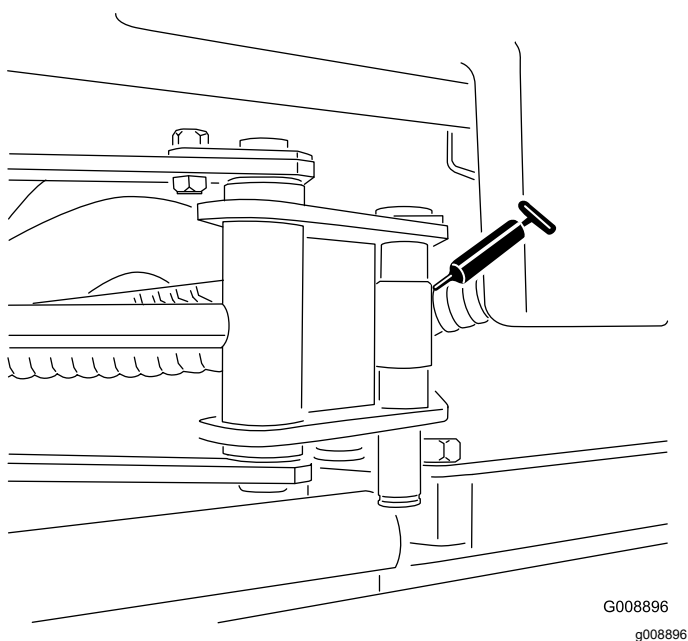

Figura 62
- Extremos de los cilindros del Sidewinder (2 acoplamientos; modelo 03171 solamente – Figura 62)